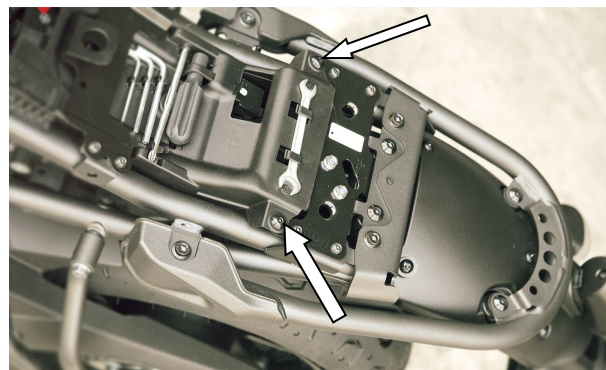

ABBILDUNG 2
- Entfernen Sie die zwei Schrauben, die den Bordwerkzeug-Halter befestigen mit einem 4mm Inbusschlüssel – siehe Abbildung 2.